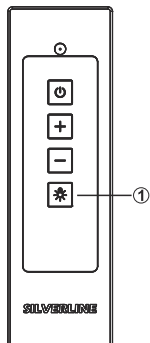

Abb. 23: Licht ein-/ausschalten
1. ▶ Drücken Sie die Taste * (Abb. 23/1).
2. ▶ Drücken Sie erneut die Taste * (Abb. 23/1).